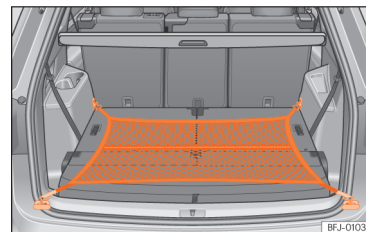

Рис. 206 Багажна сітка, причеплена паралельно підлозі.
- Зачепіть гачки сітки за вушка >>> **рис. 206**, >>> **⚠**. Блискавка відділення багажної сітки повинна бути звернена вгору.